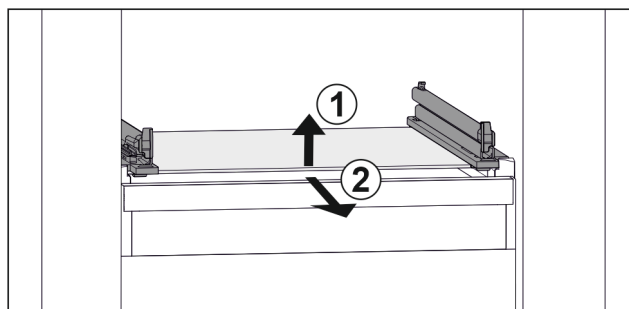

Fig. 32 Příklad znázornění skleněné desky
- ▶ Nadzvedněte skleněnou desku vpředu. Fig. 32 (1)
- ▶ Vyjměte skleněnou desku dopředu. Fig. 32 (2)